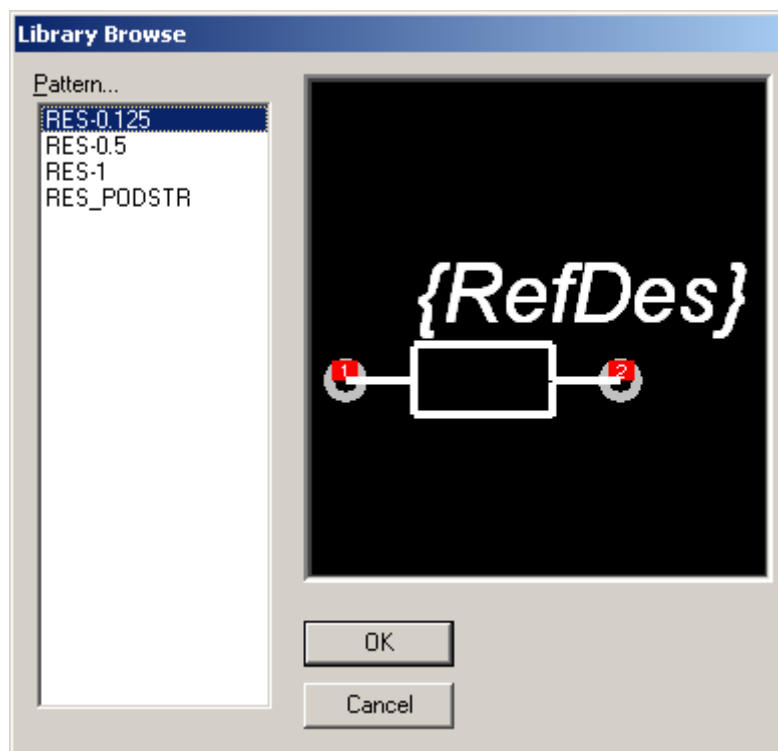

Рис. 3 Выбор корпуса в окне **Library Brose**
- 2.4 В появившемся окне **Library Brose** (рис. 3) выберите посадочное место **RES-0.125** и нажмите кнопку **OK**.